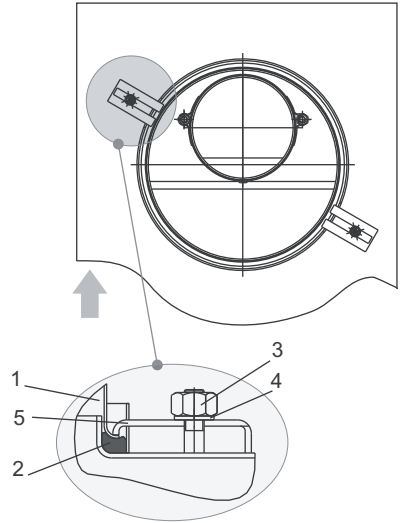

Рис. 4. Схема кріплення повітроходу
6.3. Монтаж апарата повинен виконуватись відповідно до вимог ДБН В.2.5-20-2001 "Газопостачання", а також відповідно до таблиці 3, у такій послідовності: рис. 4, 5, 6, 7.
6.3.8. Встановити апарат кронштейнами (п. 4, рис.2) на шпильки кріплення (п. 6, рис. 2), з'єднавши при цьому патрубок димоходу з фіксованим патрубком газоходу зовнішнього. Патрубок повітряходу (п. 1, рис. 2) розмістити в кільцевому пазу апарата на прокладку (базальтовий шнур). Виставити вертикально апарат і закріпити його гайками (п.9, рис.2), забезпечуючи при цьому щільний і герметичний притиск апарата до повітроводу. Встановити прижими та закріпити ними повітрохід у пазу апарата (рис. 4).